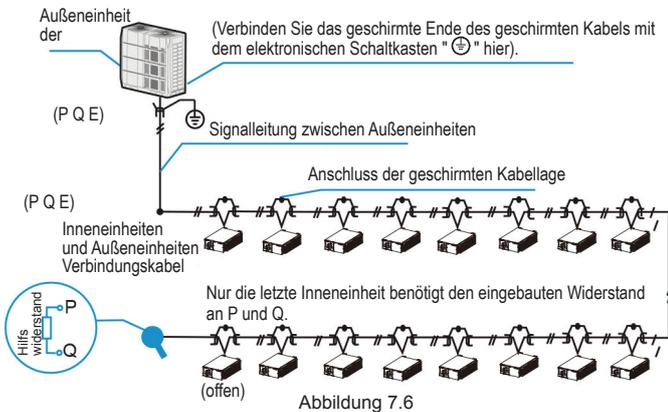

Abbildung 7.6
- Die Kommunikationsverkabelung zwischen Innen- und Außeneinheit muss eine Einheit nach der anderen in einer Kette von Außeneinheit zu Inneneinheit verbinden, und die abgeschirmte Schicht muss ordnungsgemäß geerdet sein, und der letzte Inneneinheit muss zur Verbesserung der Stabilität des Kommunikationssystems ein Widerstand hinzugefügt werden (siehe Abbildung 7.6).